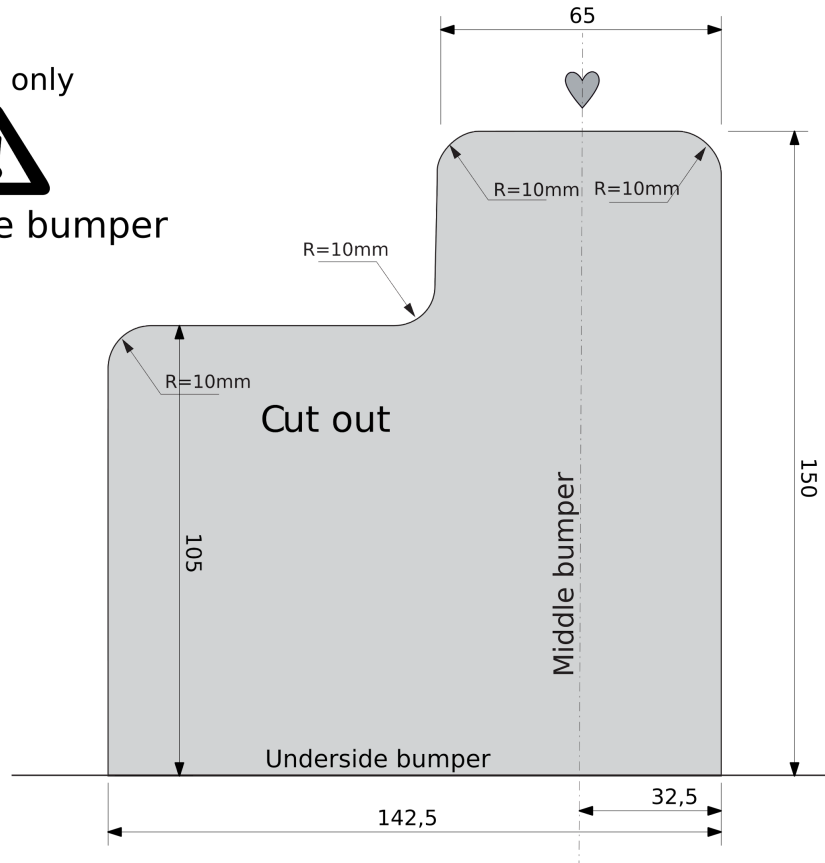

Fig. 6
13. Для автомобилей Toyota Rav 4: Выпилить часть из бампера в середине снизу, как указано на рис. 6.